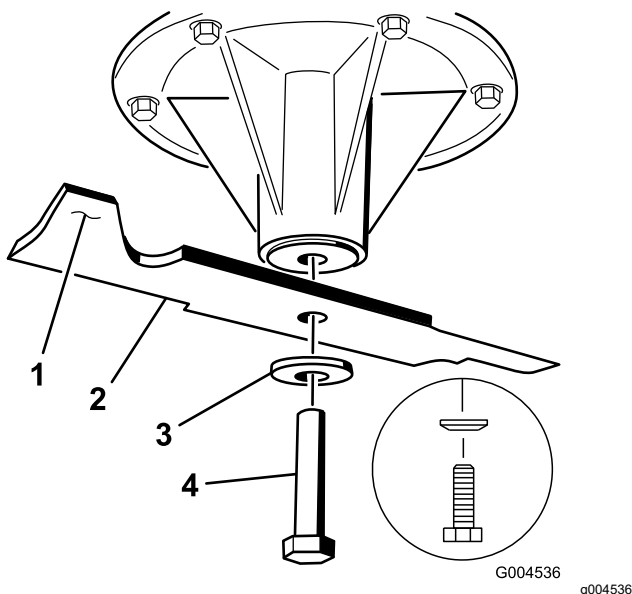

Figure 80
2. Placez la lame sur l'axe (Figure 80).
3. Montez la rondelle bombée et le boulon de la lame (Figure 80).
**Remarque:** Le cône de la rondelle bombée doit être dirigé vers la tête du boulon (Figure 80).